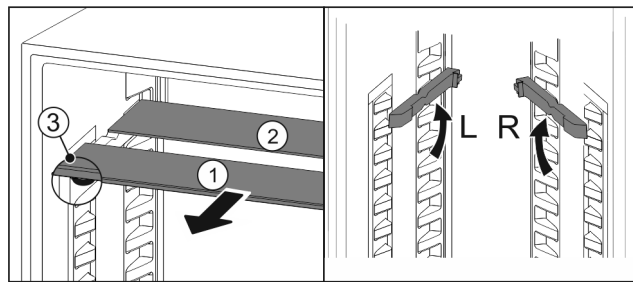

Fig. 127
- ▶ Trekk glassplatene enkeltvis fremover og ut Fig. 127 (1).
- ▶ Glassplate Fig. 127 (1) med pyntelist ligger foran.
- ▶ Stoppere Fig. 127 (3) peker nedover.